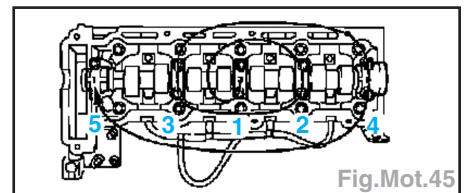

Fig.Mot.45
- Reposer les chapeaux de paliers d'arbre à cames d'un 1/2 à 1 tour, en spirale, dans l'ordre représenté (Fig.Mot.45) et serrer au couple de 1,5 da.Nm.